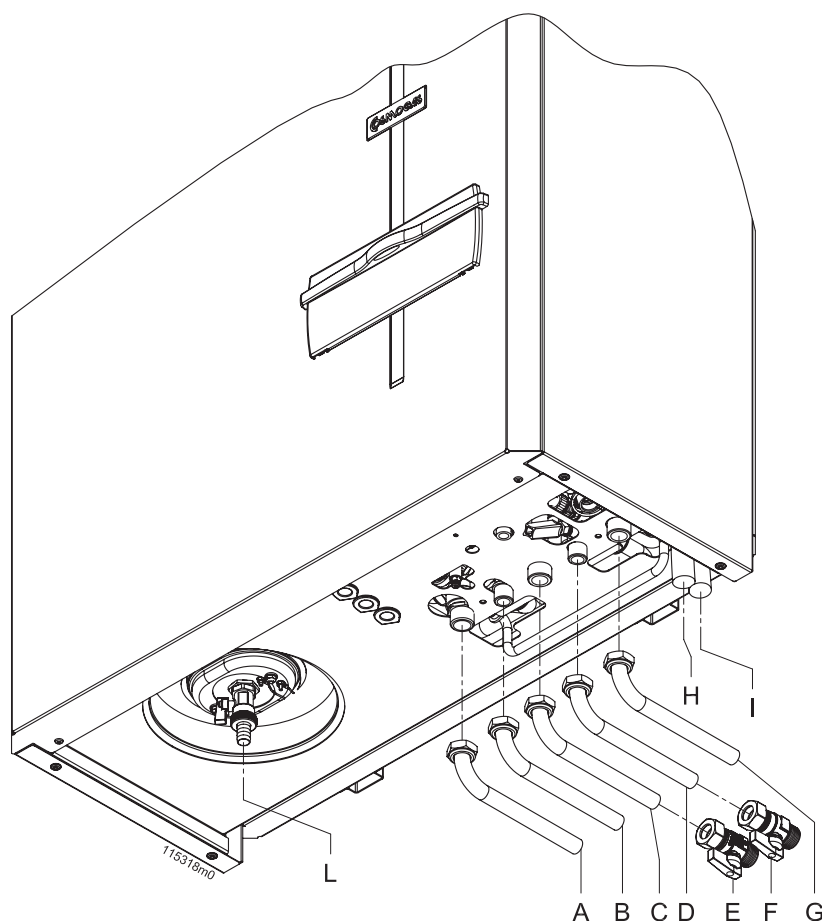
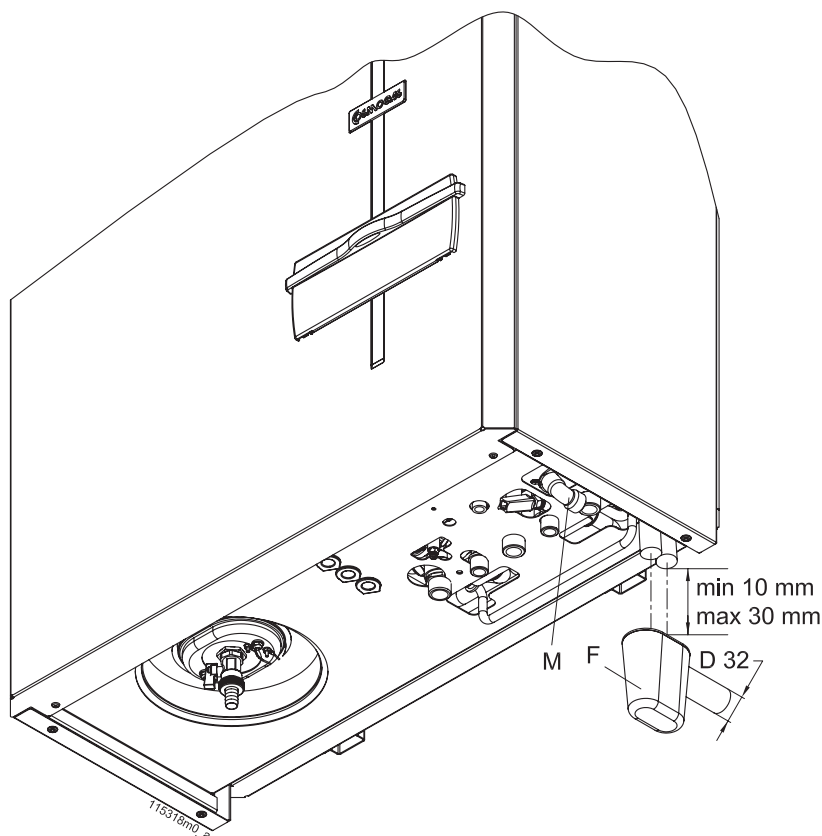

Figura 9 - Connessioni idrauliche e gas
Figura 10 - Imbuto sifonato "F" (a richiesta)
La caldaia viene fornita di serie con i raccordi illustrati nella figura 9, dove:
La caldaia è predisposta all'interno di un sifone per l'evacuazione dei condensati (vedere figura 1 particolare 20) e per prevenire la fuoriuscita dei prodotti della combustione, la cui terminazione corrisponde al condotto "I" di cui alla figura 9. Tale terminazione deve essere convogliata in un ulteriore sifone antiodori (figura 10 particolare "F") in modo da prevenire il ritorno di cattivi odori in ambiente (il sifone antiodori "F" è fornito su richiesta). In particolare l'impianto di smaltimento delle condense deve:
- ☞ per locale ad uso abitativo e per locale ad uso ufficio con un numero di utenti superiore a 10, può essere collegato all'impianto di smaltimento reflui domestici a mezzo di opportuno sifone con disgiunzione atta a prevenire la pressurizzazione del sistema (sifone predisposto all'interno della caldaia) e a prevenire il ritorno di cattivi odori dalla fogna (particolare "F" di figura 10). Se il locale ad uso ufficio ha un numero di utenti inferiore a 10 prima del collegamento con lo scarico dei reflui domestici è opportuno un neutralizzatore di condense (vedere il capitolo 9 per il valore di acidità delle condense e per la quantità).
Gli scarichi delle valvole di sicurezza, devono essere collegati ad un tubo di diametro interno minimo di 13 mm; il tubo deve poi essere portato al sifone antiodori (particolare "F" figura 10). Tale scarico con sifone è atto ad evitare sovrappressioni in caso di apertura della valvola e da modo all'utente di verificarne l'eventuale intervento.
Il sifone antiodori "F" di figura 10 è a richiesta.